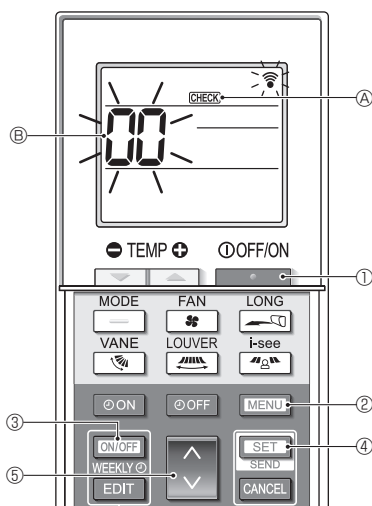

Fig. 7-6
■ Selbstprüfung (Fig. 7-6)
- Drücken Sie die Taste **ON/OFF WEEKLY** ③, um die Klimaanlage anzuhalten.
- Wenn der Wochen-Timer aktiviert ist (**WEEKLY** eingeschaltet ist), drücken Sie die Taste **ON/OFF WEEKLY** ③, um ihn zu deaktivieren (**WEEKLY** ist ausgeschaltet).
- Drücken Sie die Taste **MENU** ② 5 Sekunden lang.
- CHECK** ④ leuchtet auf und das Gerät tritt in den Selbstprüfungsmodus ein.
- Drücken Sie die Taste **TEMP** ① zum Auswählen der Kältemitteladresse (M-NET-Adresse) ⑥ des Innengeräts, für das die Selbstprüfung ausgeführt werden soll.
- Drücken Sie die Taste **SET** ④.
- Drücken Sie die Taste **ON/OFF WEEKLY** ③.
- CHECK** ④ und die Kältemitteladresse (M-NET-Adresse) ⑥ erlöschen; die Selbstprüfung ist beendet.